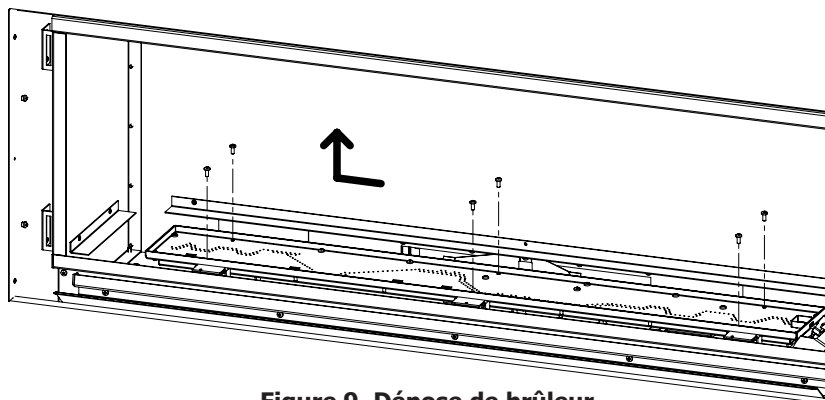

Figure 9. Dépose de brûleur
6. Retirez les six vis T-20 le brûleur pan comme illustré à la Figure 9 ; ne retirez pas les autres vis T-20. Une fois la vis spécifiée sont supprimées faites glisser vers la gauche de brûleur et soulevez-le pour le retirer.